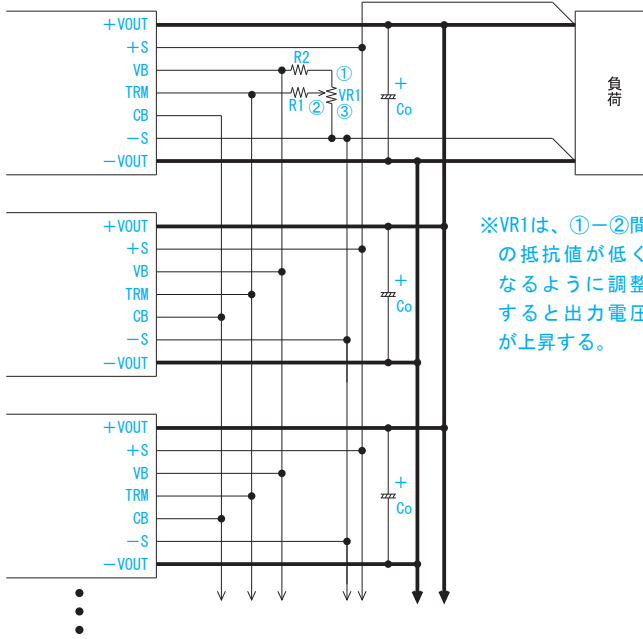

図 5.2 並列運転例
■図 5.2 の配線をすることで、並列運転が可能です。また、1 つのボリュームで出力電圧の可変が可能となる、マスター・スレーブ運転が可能です。